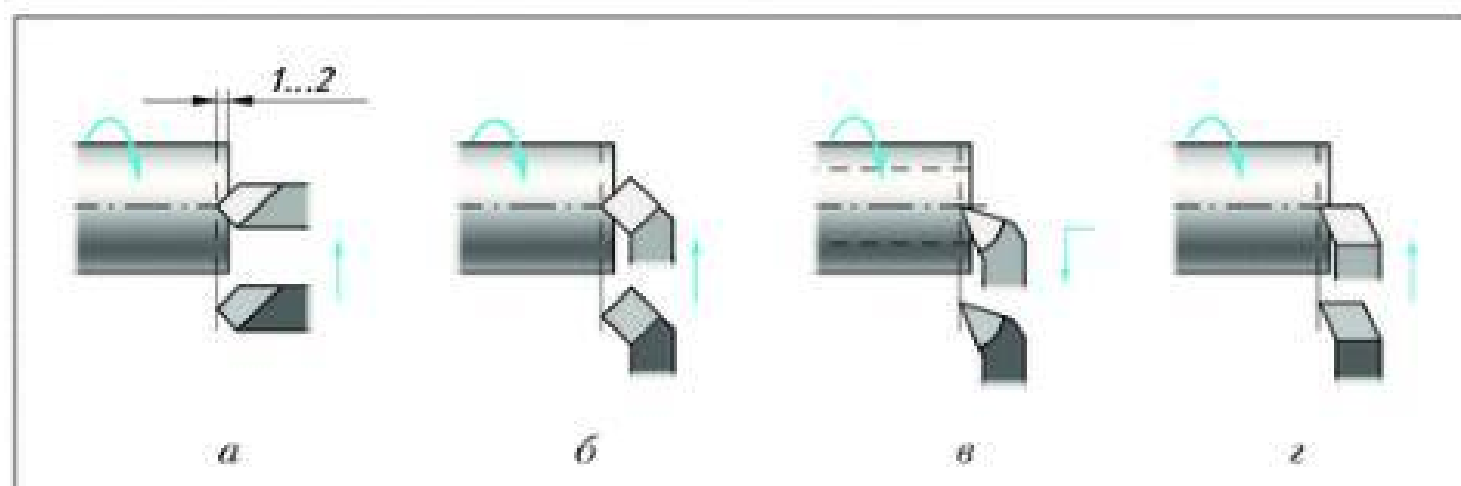

Рис. 54. Подрезание торцов резцами: а–в – проходными; г – подрезным
После обтачивания наружных цилиндрических поверхностей часто выполняют *подрезание торца* заготовки. Для этого применяют различные резцы. При подрезании торца проходными резцами (рис. 54, а–в) или подрезным резцом (рис. 54, г) его подводят до соприкосновения с торцом. Затем: резец отводят на себя и перемещают каретку на 1...2 мм влево (т. е. устанавливают глубину резания 1...2 мм). Поперечным перемещением резца снимают с торца слой металла. Переместить каретку на 1...2 мм или любую другую величину можно с помощью лимба продольной подачи. Цена деления этого лимба $\lambda_{\text{пр}} = 0,5$ мм, поэтому количество делений, на которое требуется повернуть лимб, определяют по формуле: $a_{\text{пр}} = l : \lambda_{\text{пр}}$, где l – необходимая длина перемещения каретки. Если на торце детали есть отверстие, то подрезку торца можно проводить от центра детали при подаче резца на себя (см. рис. 54, в).
2. Включите станок и подрежьте торец заготовки (см. рис. 54) с помощью поперечной подачи резца. Выключите станок, снимите деталь, закрепите её в тисках и зачистите получившийся в центре торца уступ. Проверьте прямолинейность торца, приложив к нему линейку.